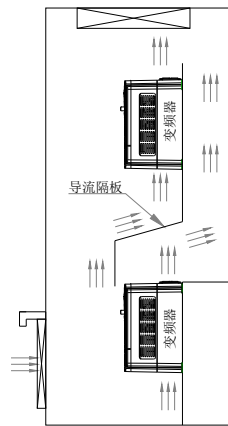

图 2-3 多台变频器的安装示意图
- (3) 多台变频器采用上下安装时，中间应用导流隔板，如图 2-3 所示。